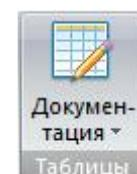

Рис. 54. Панель **Таблицы**
- **Таблицы** (рис.54) – операции позволяющие создавать, компоновать и выводить на печать таблицы, отчет или пояснительную записку, необходимые для документирования текущей задачи.